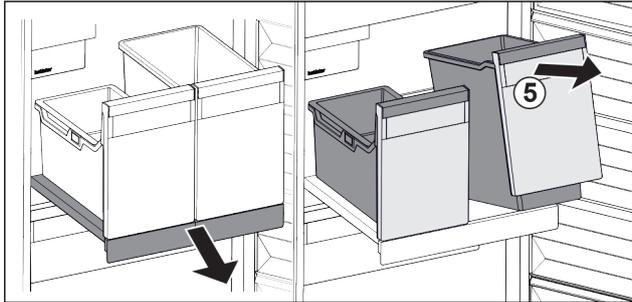

Fig. 41
- ▶ Behälter Fig. 41 (5) vorne anheben.